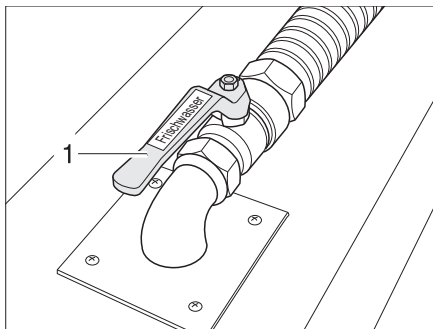

Bild 258 Ablaufhahn im Doppelboden
Der Ablaufhahn (Bild 258,1) ist im Doppelboden angebracht. Der Ablaufhahn ist durch den Schriftzug "Frischwasser" gekennzeichnet.
- Ablaufhahn (Bild 258,1) öffnen. Das Wasser läuft ab.